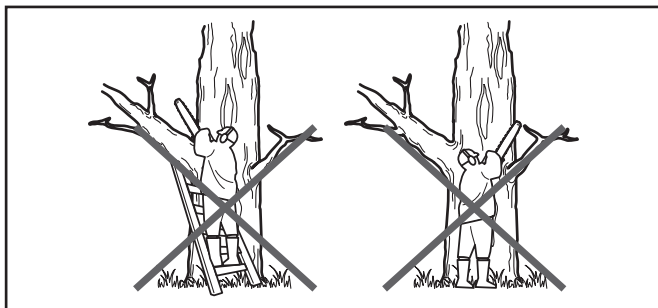

Fig. 20
6. Coloque o batente serrilhado (4) a um ponto inferior ao cortar troncos mais espessos, puxando ligeiramente o produto para trás até que os dentes de prensão se soltem e volte a posicionar o produto a um nível inferior para continuar o corte. Não remova totalmente o produto da madeira.
8. Não utilize o produto com os braços totalmente estendidos nem tente cortar áreas de difícil alcance ou numa escada. Nunca utilize o produto acima da altura dos ombros (Fig. 20).